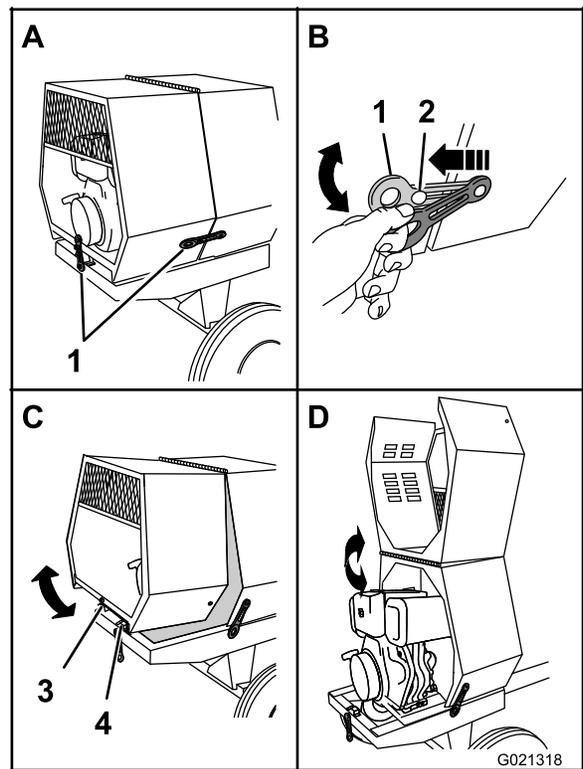

Figure 20
1. Du côté de la machine où les capots avant et arrière se rencontrent, tirez l'anneau de l'attache et détachez-le de l'ancrage sur le capot arrière (Figure 20).
3. À l'arrière de la machine, au point où le capot arrière rejoint le cadre, tirez l'anneau de l'attache et détachez-le de l'ancrage sur le capot (Figure 20).
4. Faites pivoter le capot arrière vers le haut et l'avant jusqu'à ce qu'il repose sur le capot avant (Figure 20).
1. Faites pivoter le capot arrière vers l'arrière et le bas jusqu'à ce que le récepteur situé en bas et au centre du capot soit aligné sur la fixation en V et à plat sur le cadre de la machine (Figure 20).
4. Répétez l'opération 3 de l'autre côté de la machine (Figure 20).